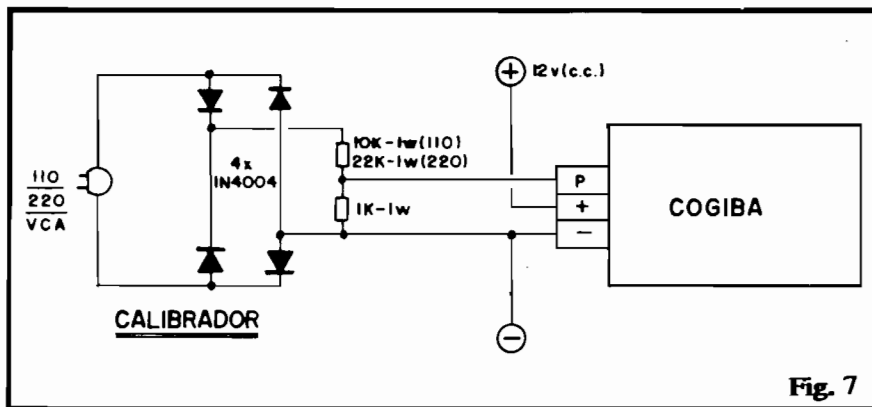

Fig. 7
- 1 - Barra de terminais tipo "Sindal", ou "ponte" de terminais soldáveis, para a momentânea implementação do circuito provisório de calibração (ver TEXTO e fig. 7).
B - Quem não tem acesso a um Gerador de Sinais pode, com toda facilidade, improvisar um (de excelente precisão, diga-se...), a partir do circuitinho "provisório" cujo esquema vemos na fig. 7: quatro diodos 1N4004, dois resistores e mais nada! O conjunto de componentes pode ser interligado momentaneamente através de uma barra tipo "Sindal" (o que, inclusive, permitirá o posterior aproveitamento dos componentes, já que os terminais não precisarão ser soldados nem
Para facilitar os cálculos eventuais, baseados na calibração com Gerador de Sinais ajustado em 120Hz, ou com o circuitinho provisório (fig. 7), é bom adotar a seguinte fórmula: